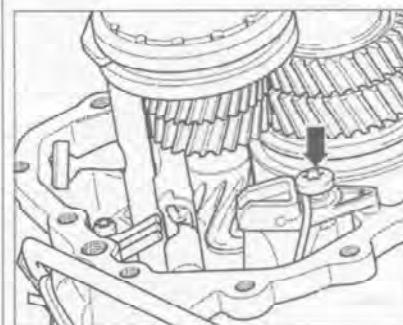
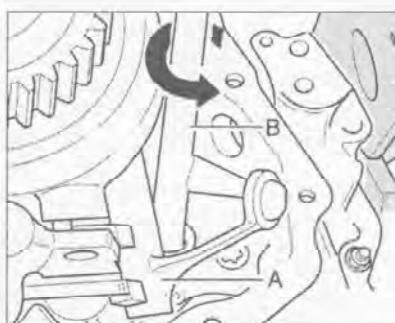

Рис. 7.59. Выкрутите винт (стрелки) и откиньте в сторону блокировочное устройство.
Рис. 7.64. Вставьте вал переключения передач (A). Вставьте шток переключения передач (B) в отверстие картера коробки передач и направляющее ушко вала (A).
12. Выкрутите винт (стрелки) и откиньте в сторону блокировочное устройство (рис. 7.59).
18. Вставьте вал переключения передач (A) (рис. 7.64).
19. Вставьте шток переключения передач (B) в отверстие картера коробки передач и направляющее ушко вала (A).
21. Установите блокировочное устройство и затяните винт (стрелка) (рис. 7.59).